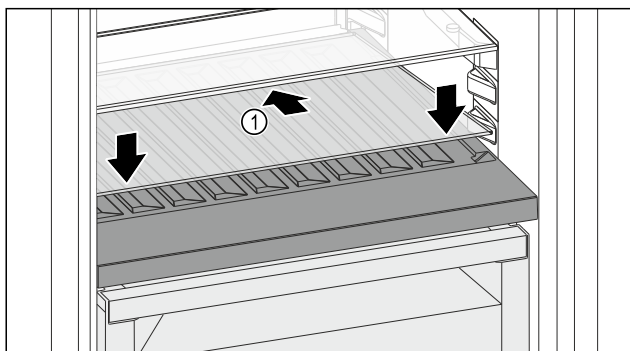

Fig. 125
- ▶ Ustawić płytę szklaną Fig. 125 (1) pod ukosem, nachyloną do tyłu w dół.
- ▶ Opuścić płytę szklaną Fig. 125 (1) z przodu.